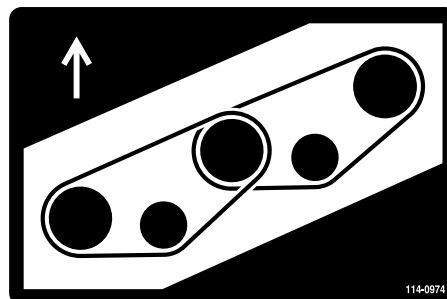
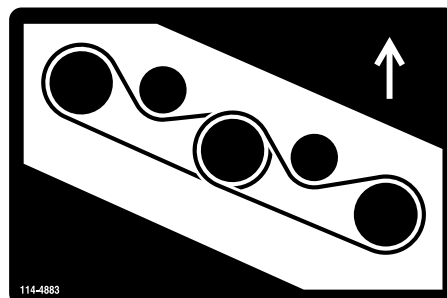

Figura 118
Figura 119
7. Coloque a nova correia nas polias e na estrutura da polia intermédia (Figura 118 e Figura 119).